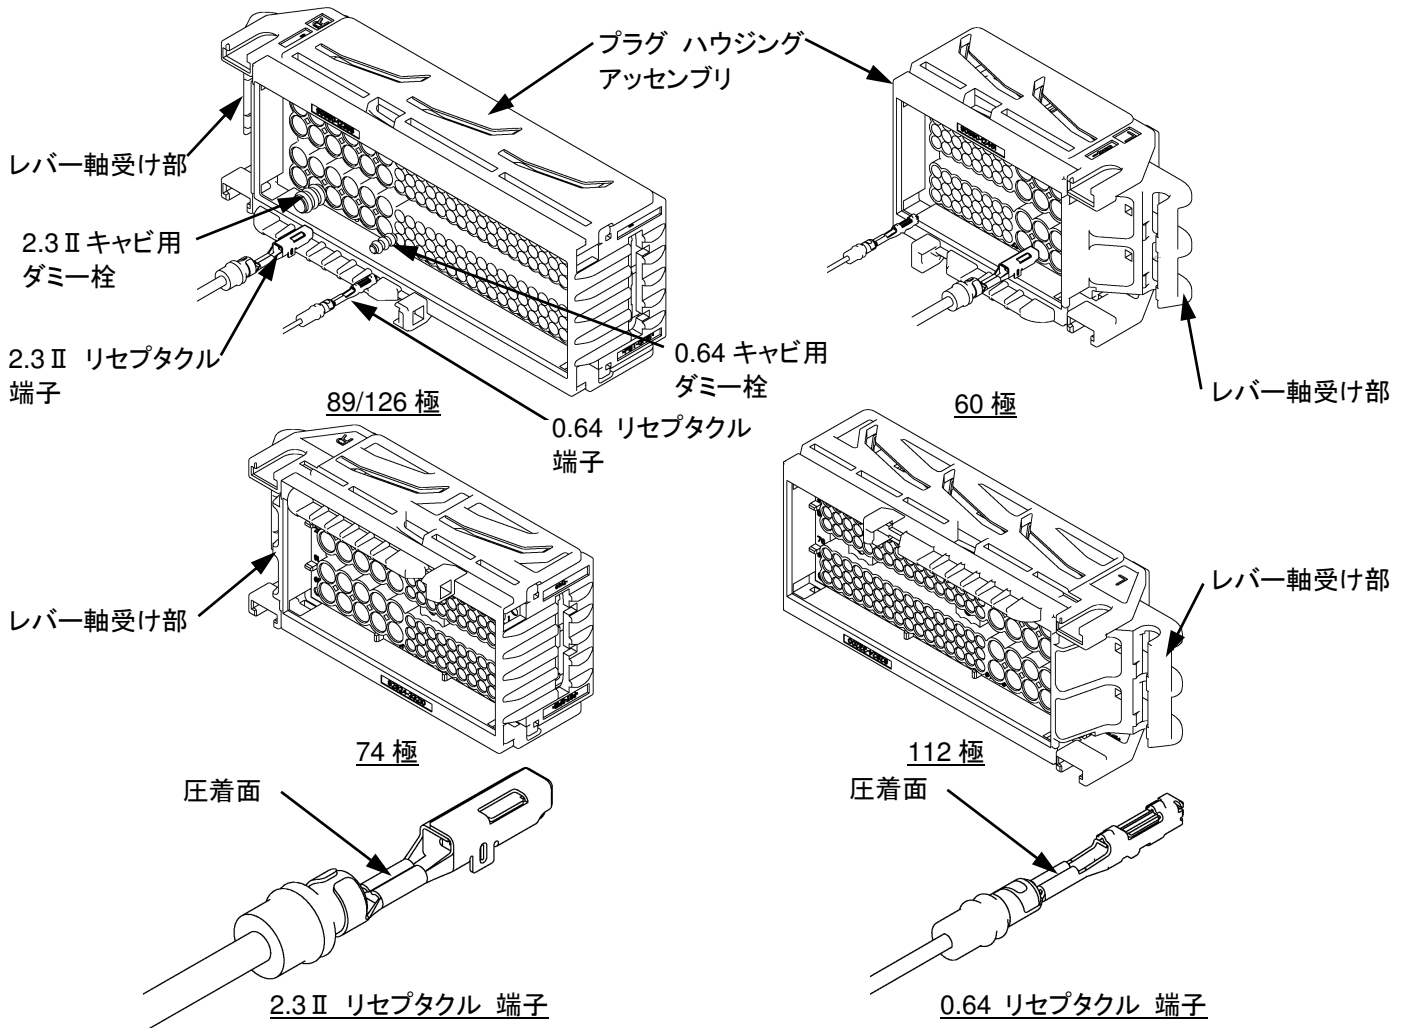

Fig.17
- (4) Fig.17 のように 74/89/126 極はレバー軸受けを『左』に 112/60 極はレバー軸受けを『右』に向けた状態で、0.64/2.3II リセプタクル 端子の圧着面を『上』に向け、リセプタクル端子をキャビティ(穴)に挿入します。端子がハウジング・ランスにより係止され、それ以上挿入できなければ挿入作業は完了です。